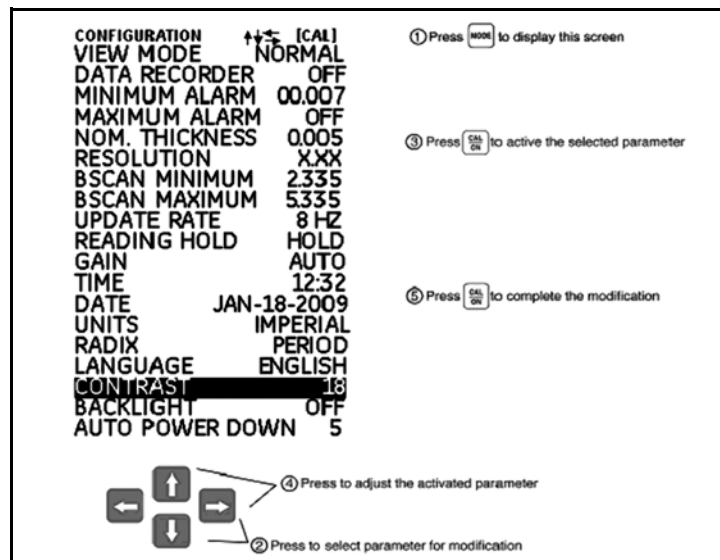

图 9: “Configuration”（配置）菜单
在使用 DM5E 前，必须按照下列步骤在 “Configuration”（配置）显示屏对下一页中列出的参数进行设置（请参阅图 9）：
1. 按  以访问 “Configuration”（配置）界面（请参阅第 21 页的图 9）。